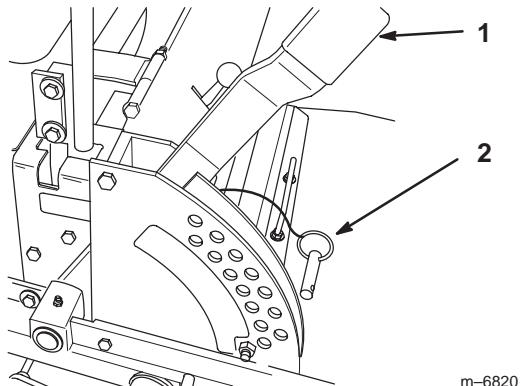

Figure 17
1. Relevez le levier de sélection de hauteur de coupe en position de transport (qui correspond aussi à la hauteur de coupe de 127 mm (5 pouces)) (Fig. 17).
2. Pour changer de hauteur de coupe, retirez l'axe de chape du support de hauteur de coupe (Fig. 17).
3. Placez l'axe de chape dans le trou du support correspondant à la hauteur de coupe voulue (Fig. 17).